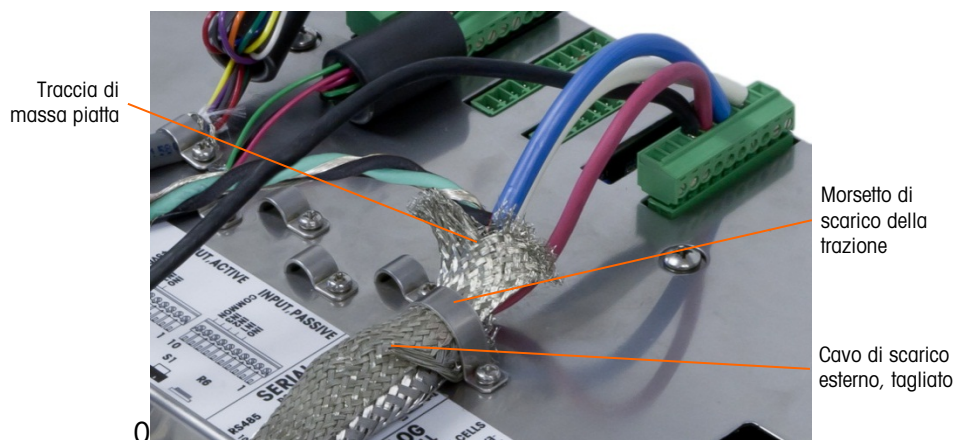

Figura A-68: POWERCELL PDX terminazione treccia generale esterna, contenitore con montaggio a pannello
5. Far scorrere in avanti la treccia esterna a coprire la treccia interna e la lamina. Estrarre il cavo di scarico esterno sulla treccia esterna e tagliarlo a circa 25 mm (1 pollice). Disporre la treccia di massa piatta intorno al cavo generale e al il filo di scarico per poi fissare il tutto al coperchio posteriore dell'IND780 mediante il morsetto di scarico della trazione in dotazione all'unità (Figura A-68). L'altra estremità della treccia piatta è terminata sull'asta di terra.